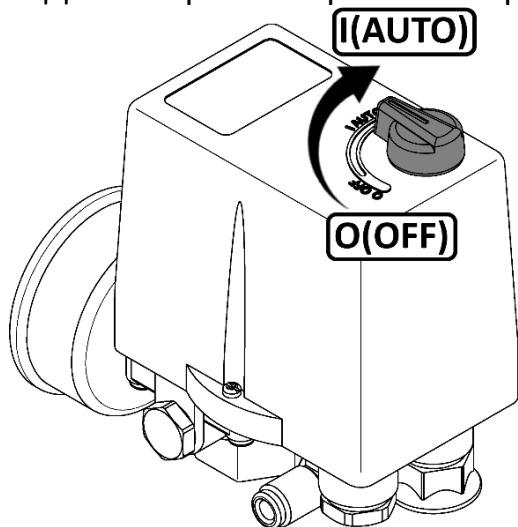

Рисунок 4
- Проверьте, чтобы выключатель на прессостате находился в выключенном положении "OFF" или "O", в зависимости от исполнения (см. рисунок 4).
- 1 Выключить компрессор выключателем на прессостате. Для этого необходимо переключить выключатель в положение "OFF" или "O", в зависимости от исполнения (см. рисунок 4). После этого остановится электродвигатель и произойдет сброс давления из нагнетательного воздухопровода и поршневого блока.